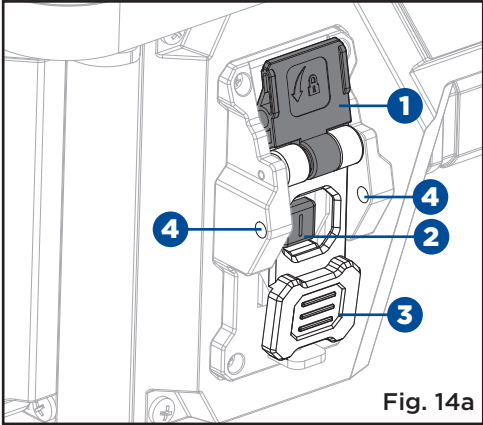

Fig. 14a
**INTERRUPTEUR MARCHE/ARRÊT ET BOUTON DE RÉINITIALISATION (fig. 14a-14b)**
**POUR ALLUMER ET ÉTEINDRE VOTRE TABLE À TOUPIE : (fig. 14a)**
- Faites basculer le couvercle de l'interrupteur (1) vers le haut.
- Appuyez sur l'interrupteur I (2) pour mettre la toupie en marche.
- Appuyez sur la palette de l'interrupteur (3) pour arrêter la toupie.